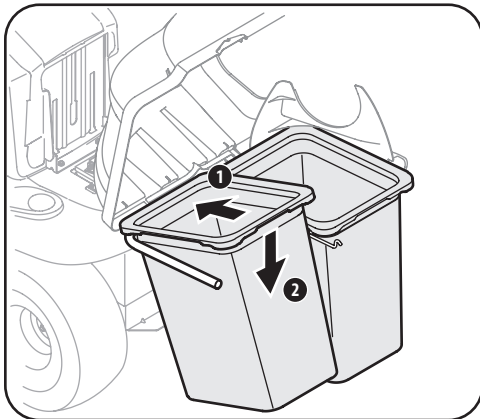

Figura 4-9
8. Instale ambas unidades de bolsas recolectoras de césped con los lados de engrane apretados hacia adelante, a las ménsulas de soporte de bolsas insertando el borde delantero primero, como se muestra en la Figura 4-9, y manteniendo el borde trasero hacia abajo hasta que encaje en la unidad.